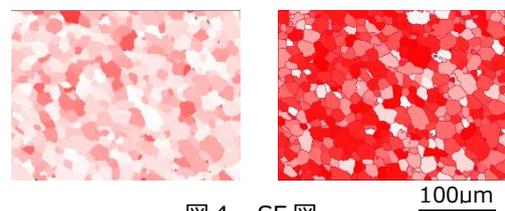

図 4 SF 図
ここで、Schmid Factor (SF) を用いての解析例を示します。SF は特定の「すべり面」、「すべり方向」、「応力の方向」に対応する値が結晶方位から計算できる、すべり変形の起こりやすさです。図 4 (a)、(b) は Z 軸、Y 軸方向の応力と仮定した場合の $\{0001\}$ 底面すべりの SF の大小を赤色のコントラストで着色した図です。SF が大きい濃い赤色の場合にすべり変形が起こりやすく、即ち、結晶の配向より Z 軸方向応力よりも Y 軸方向応力の方が塑性変形しやすいと推測できます。